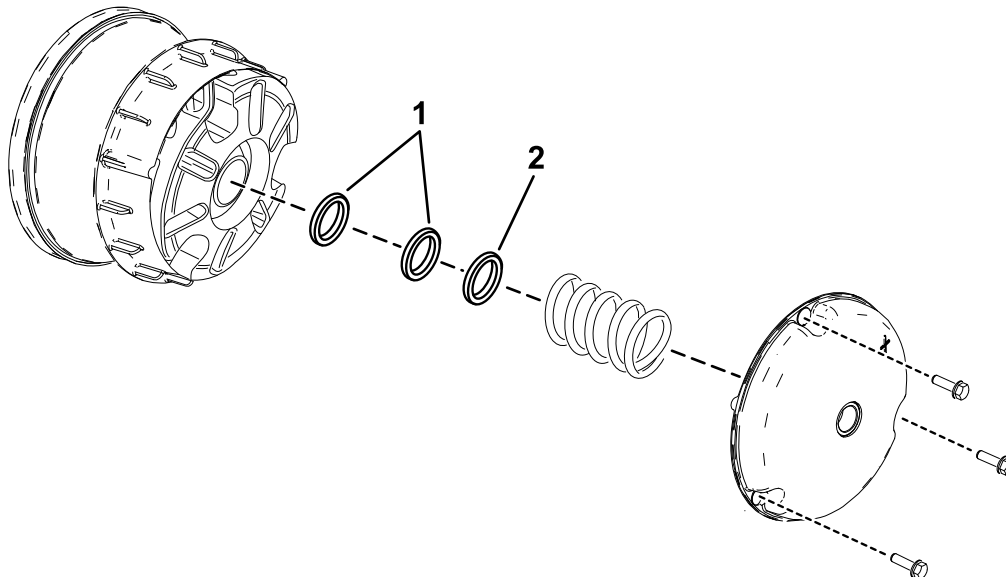

Рисунок 6
1. Отверните болты крепления крышки первичной муфты сцепления, как показано на Рисунок 6.